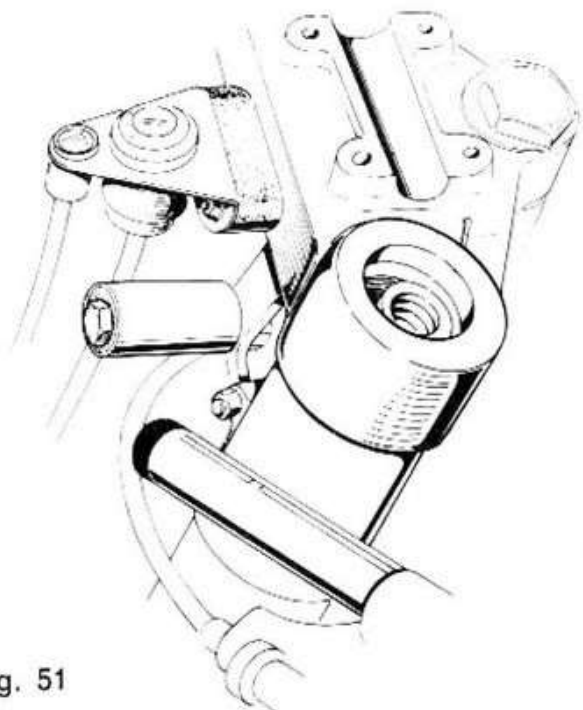

Fig. 51
- 2) Allentare le viti superiori forcella e svitare i tappi (vedi fig. 51).